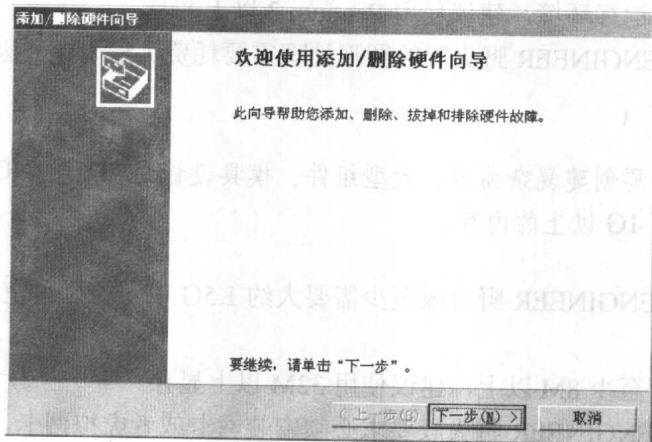

图 1-3 【添加/删除硬件向导】对话框
Step2 在【控制面板】窗口中双击【添加/删除硬件】图标, 出现如图 1-3 所示的【添加/删除硬件向导】对话框。